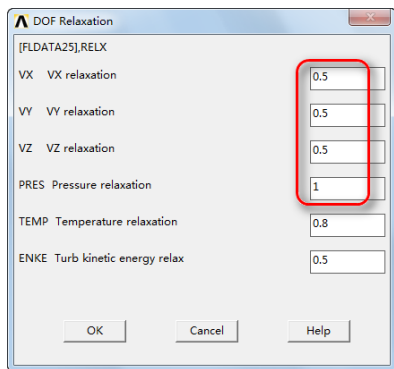

图 7-67 “DOF Relaxation”对话框
⑧依次选择 Main Menu → Solution → FLOTTRAN Set Up → Relax/Stab/Cap → DOF Relaxation，会弹出“DOF Relaxation”对话框，如图 7-67 所示，在“VX VX relaxation”